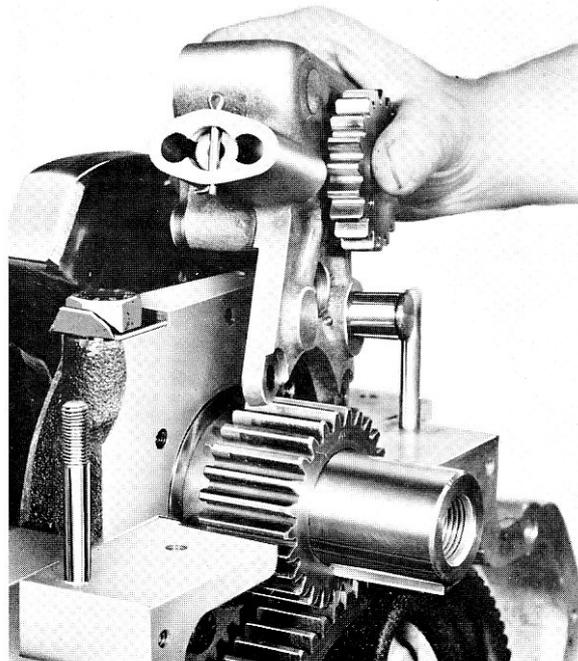

Fig. 29
- 2° Poser la pompe et la fixer (fig. 29).